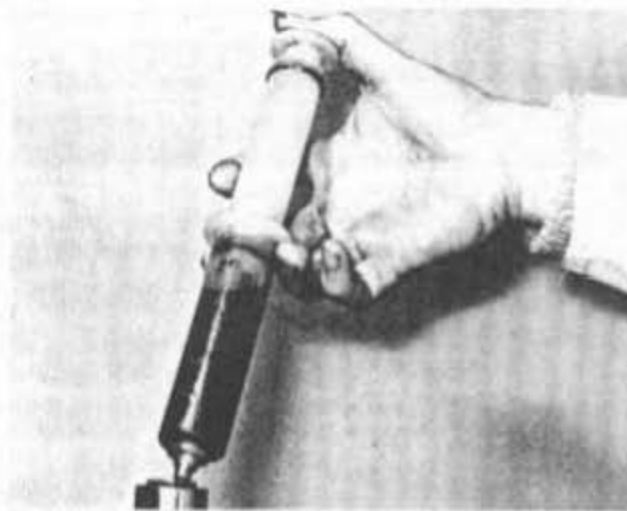

Bild 234
- Ölablassschrauben einsetzen und festziehen. Jeden Gabelholm mit 160 cm³ Dämpferöl befüllen (Bild 234). SUZUKI empfiehlt die Verwendung eines Dämpferöls, welches sich je zur Hälfte aus Motoröl SAE 10W/30 und ATF (Automatic Transmission Fluid) zusammensetzt. Das Befüllen der